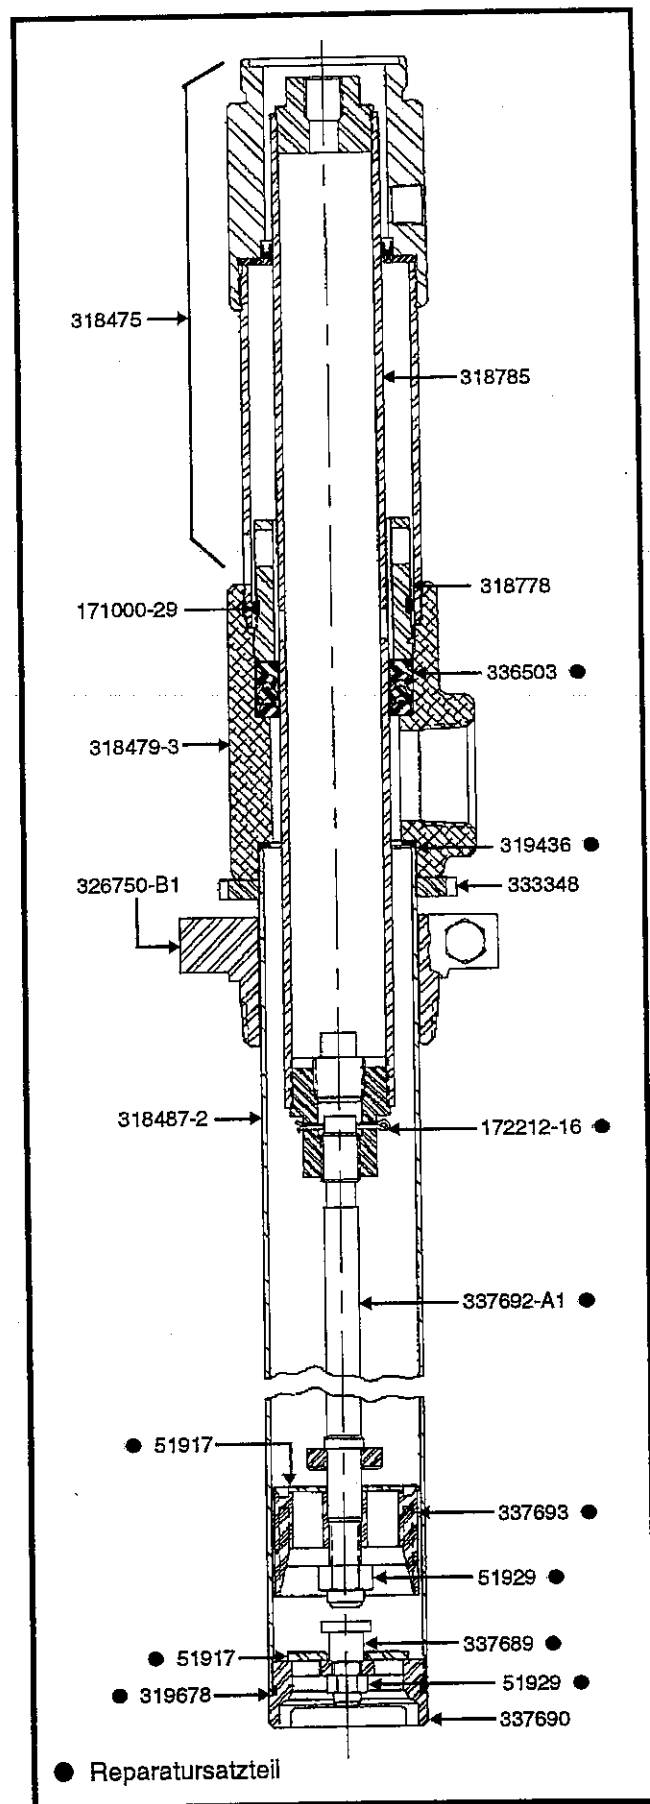

Abbildung 5: Modell 7216-4
3. Die Pumpenrohrbaugruppe vom Gußmetallgehäuse der Pumpe abschrauben (Siehe Abbildung 5 oder 6).